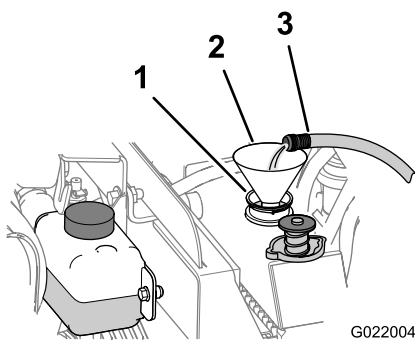

Figura 104
- B. Adicione água limpa até encher o radiador (Figura 104).